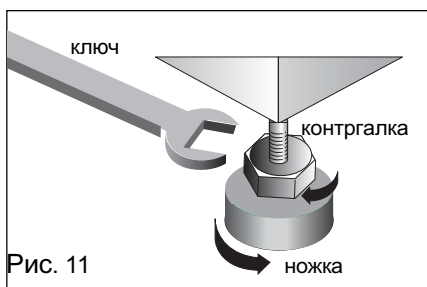

Рис. 11
- ❑ Защитить ножки при помощи контрагаек (рис. 11)